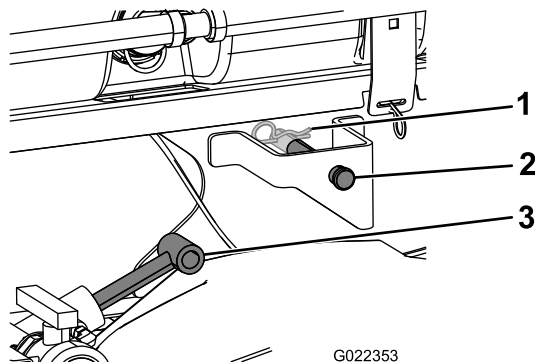

Bild 10
4. Fahren Sie die Hubzylinder bis zu den Halterungen am Behältergestell aus und fluchten Sie die Zylinderarme mit den Löchern in den Halterungen des Behältergestells aus (**Bild 10**).